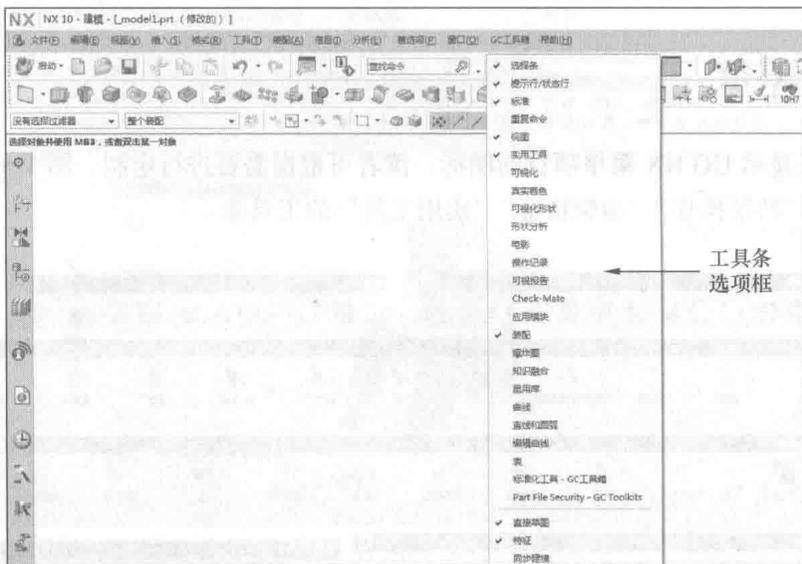

图 1-7
(2) 在菜单条区域单击鼠标右键，在弹出的工具条选项框中勾选或消隐各种工具条，如图 1-7 所示。